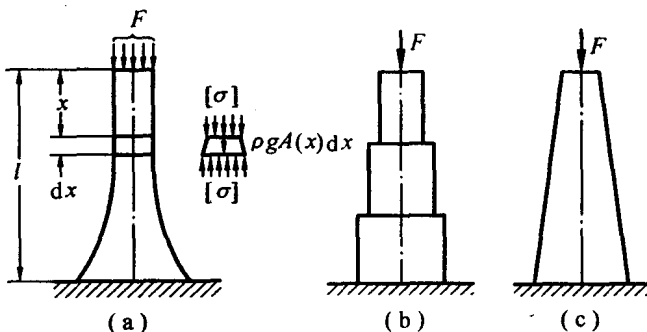

图 2-16
2.16 如图 2-16(a) 所示, 在压力 F 作用下的杆件, 如再考虑其自重影响, 并要求任一横截面上的应力皆等于许用应力 $[\sigma]$ 。试确定横截面面积沿轴线的变化规律, 并计算杆件变形。设材料单位体积的质量为 ρ 。
实际上, 若将杆件加工成如图 2-16(a) 的形状是非常困难的, 因此通常采用阶梯形杆或截锥形杆, 如图 2-16(b), (c) 所示。